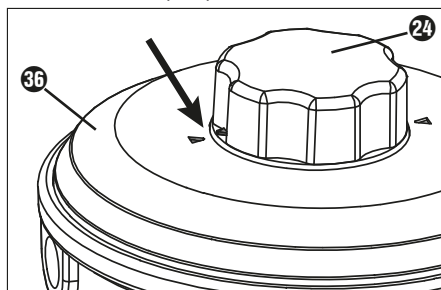

Fig. 1
- 1) Sørg for, at de to pile på låget 36 og på drejeknappen 24 på trådspolen 23 vender mod hinanden (se fig. 1).